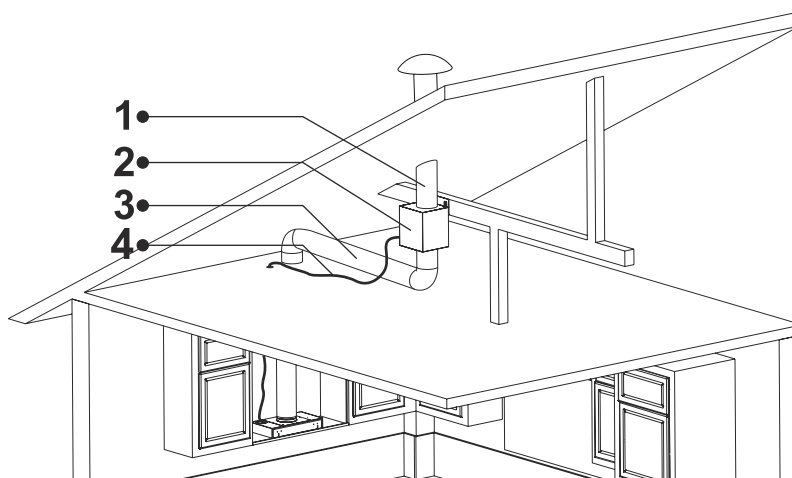

Fig. 31
12. Anslut nu utsugskanalerna till motorkabinettet (Fig. 31).
Använd den 8m långa 9-poliga multikabeln och anslut den från fläkten till motorkabinettet (Fig. 31).